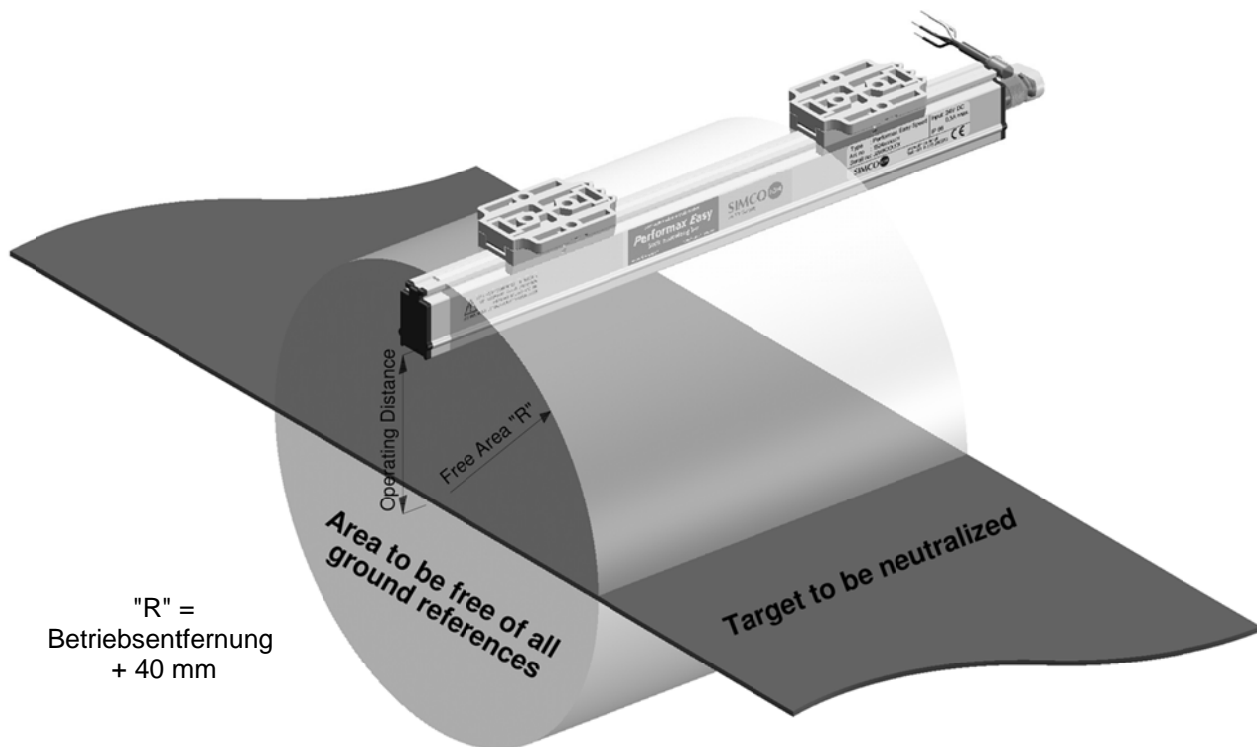

Abbildung 3: Optimale Montagepositionen des Performax Easy und Performax Easy Speed
- Um ein optimales Ergebnis zu erzielen, muss der Ionensprühstab gemäß Abbildung 3 montiert werden.